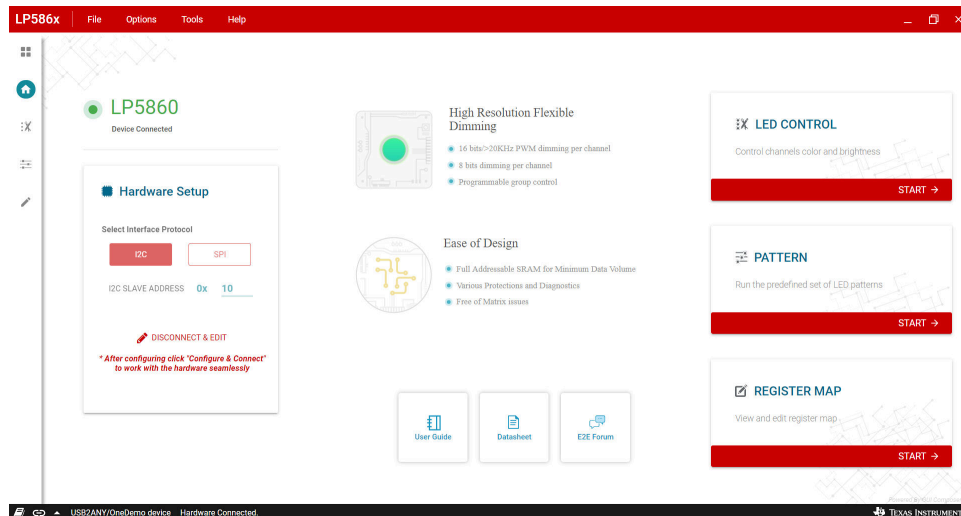

图 3-6. 主页页面
要提高不同应用下的性能，请首先配置关键设置。选择 **DEVICE CONFIGURATION** 按钮显示详细设置幻灯片，如图 3-6 所示。此处设置了最大电流 (MC)。请注意：如果测试的是 LP5860T，则全局最大电流设置必须为：全局最大电流设置下与前 6 个按钮相关的 7.5mA、12.5mA、25mA、37.5mA、50mA、75mA 和 100mA（Dev_config3 寄存器中的 bit3 - bit1 为 000 - 110）。因此，如果在 Device Configuration 页面上选择 15mA，那么 LP5860T 最大电流的实际值为 37.5mA。如果设置了最大高电流，则建议使用外部 VLED 电源。**Data Refresh Mode** 设置决定了是否需要 SYNC 信号来同步每个 LED 点的 PWM 变化。**Max Scan Lines** 控件用于选择有多少扫描线处于活动状态。更多有关其他设置的功能的信息，请参阅 LP5860T 具有 8 位模拟和 8/16 位 PWM 调光的 11 x 18 LED 矩阵驱动器数据表。